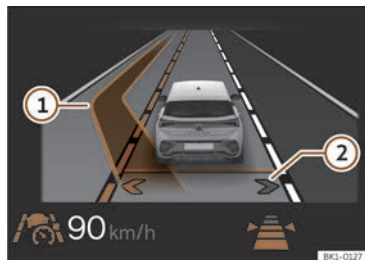

Fig. 136 Na pantalla do cadro de instrumentos: visualización do cambio de carril asistido (representación esquemática).
>>> **fig. 136 ②**
>>> **fig. 136 ②**.